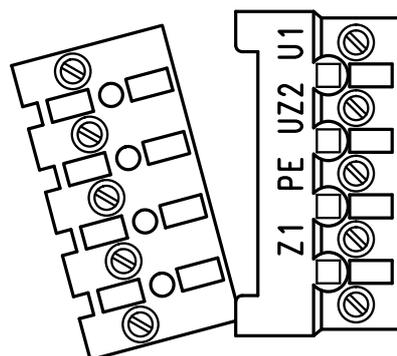

Abb. 2: Motorstecker
- Abziehen des 5-poligen Motorsteckers U1/UZ2/Z1 und PE (Abb. 2)